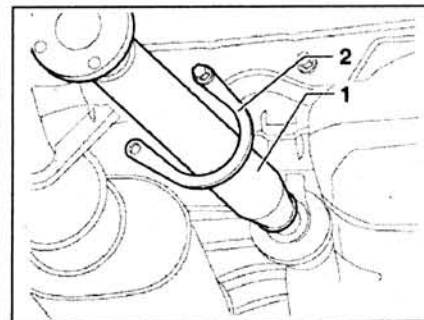

Рис. 4.19. Вывесьте карданный вал 1 на хомуте 2.
7. Вывесьте карданный вал 1 на хомуте 2 (рис. 4.19).